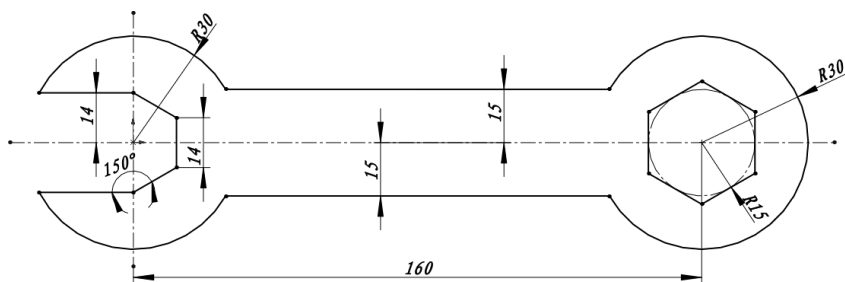

图 2-131 绘制水平直线并添加约束效果
STEP 10 单击“草图”工具栏中的“直线”按钮，绘制两条端点在左侧正六边形上下两个端点的水平直线，单击“草图”工具栏中的“剪裁实体”按钮，对图形执行修剪操作。如图形修剪后，图线处于“欠定义”或“过定义”状态，则删除过定义的约束，并为图型添加必要的约束，如图 2-131 所示。